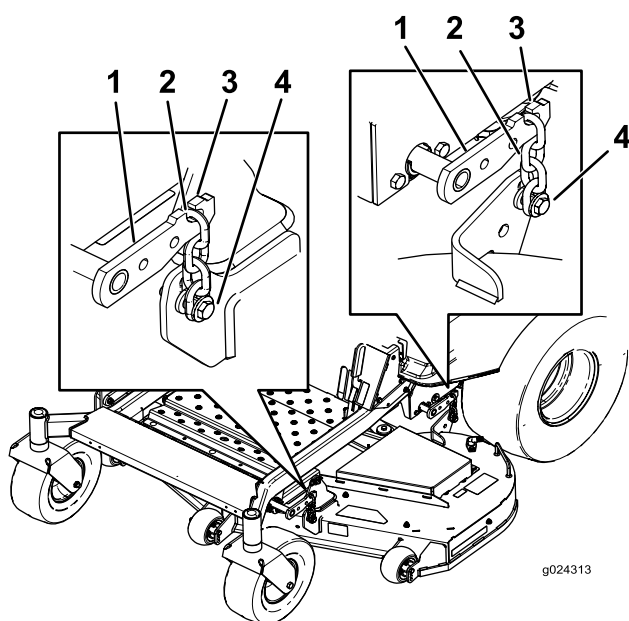

Bild 72
5. Lösen Sie die Einstellschrauben an allen vier Ecken, sodass das Mähwerk sicher auf allen vier Blöcken sitzt (Bild 72).
6. Stellen Sie sicher, dass alle vier Ketten gespannt sind (Bild 72).
7. Ziehen Sie die vier Einstellschrauben an (Bild 72).